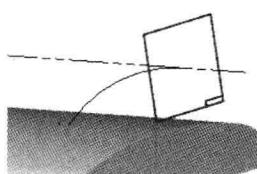
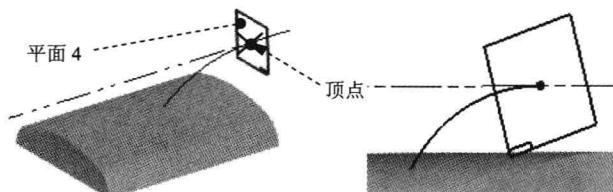

图 2.6 平面 4
图 2.7 平面 4 的创建
Step4. 创建图 2.6 所示的平面 4。在 平面 区域中单击 按钮，选择 垂直于曲线 选项，在绘图区域选取草图 1 为参考，在图 2.7 所示的顶点处单击，完成平面 4 的创建。